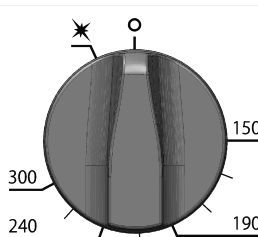

Bild 14. Die Einstellung des Drehknopfes, bei der ein völliges Absperren des Gaszuflusses zu dem Backofenbrenner stattfindet.
- Vergewissern, ob der Drehknopf der Backofensteuerung (Bild I, Pos 4) sich in der Lage „Brenner geschlossen“ befindet (Bild 14).